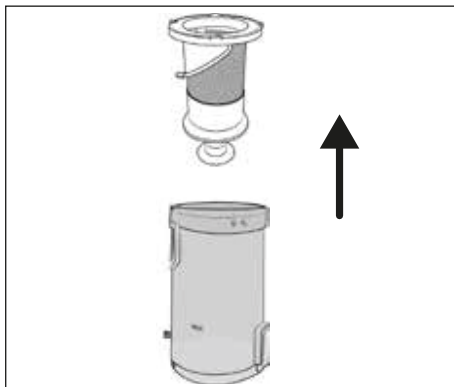

Abb. 21
- 4) Entnehmen Sie den Edelstahlfilter **6** aus dem Staubbehälter **7**, indem Sie in die Öffnung des Edelstahlfilters **6** greifen und ihn aus dem Staubbehälter **7** herausziehen (siehe Abb. 21).